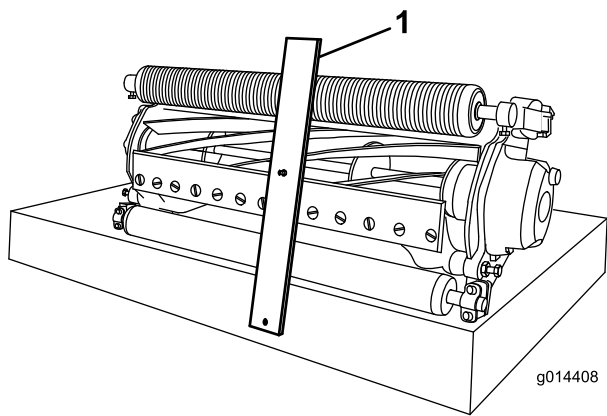

図 11
2. 刈高ゲージのボルトの頭を下刃の先端に引っ掛け、バーの後端を後ローラに当てがう図 11。